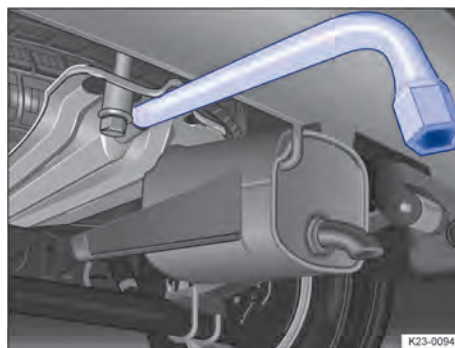

Abb. 229 Unter dem Fahrzeug: Reserveradhalterung mit eingestecktem Radschlüssel.
3. Radschlüssel in die Halterung stecken → Abb. 229.
2. Radschlüssel in die Halterung stecken → Abb. 229.